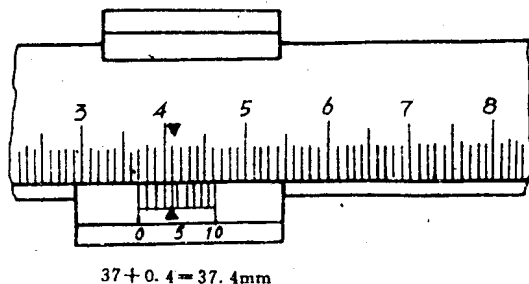

图 1-12 0.1 mm 精度游标卡尺读数方法
(2)读数方法 如图 1-12 所示,分为三个步骤:
- ①读出游标零线以左的主尺上最近刻线的整毫米数为 37 mm;
- ②看游标上零线右面的哪一条线与主尺对齐的刻线数乘上 0.1,即读出小数为 $4\times 0.1\text{ mm}$;
- ③把主尺和游标上的整数和小数两部分尺寸相加,即为总尺寸 $37+0.1\times 4=37.4\text{ mm}$ 。